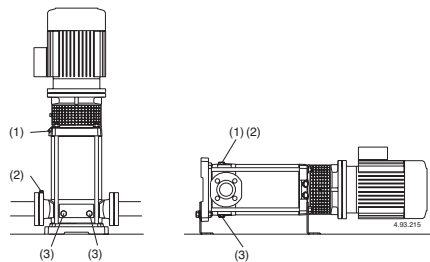

Abb. 4 (1) Auffüllung und Entlüftung:
Bei Installation **der Pumpe über dem Wasserspiegel** (Saugbetrieb, **Abb. 3A**) oder mit zur Öffnung des Rückschlagventils ungenügender Zulaufhöhe (weniger als 1 m) sind Saugleitung und Pumpe durch den Entlüftungsanschluß (1) zu füllen (**Abb. 4**).
(2) Entlüftung Saugleitung
(3) Entleerung
Wenn der **Wasserspiegel auf der Saugseite oberhalb der Pumpe** ist (Zulaufbetrieb, **Abb. 3B**) Absperrschieber in der Zulaufleitung langsam und vollständig öffnen um die Pumpe zu füllen. Dabei Schieber in der Druckleitung und die Entlüftungsöffnungen (1) (2) (**Abb. 4**) öffnen, damit die Luft entweichen kann.
Entlüftungsöffnungen (1) (2) schließen (**Abb. 4**).
der Saugseite anzuziehen (Abb. 4).
Die Pumpe sollte wie im Fall von zeitweiser Förderung von verschmutzten Flüssigkeiten im Anschluß kurz mit sauberem Wasser durchgespült werden, um Ablagerungen zu beseitigen. Oder es ist nach der Entleerung eine Wäsche vorzunehmen, indem sauberes Wasser (wenigstens 40 Liter) in die Auffüllöffnung (1) Druckseite gegeben wird und aus der Entleerungsöffnung (3) Saugseite austritt (Abb. 4). **Wird die Pumpe nicht eingesetzt, so muß sie bei Frostgefahr vollständig entleert werden..**
Vor der Demontage die Absperrorgane in der Zulauf- bzw. Saug- und der Druckleitung schließen und das Pumpengehäuse entleeren (Abb. 4).